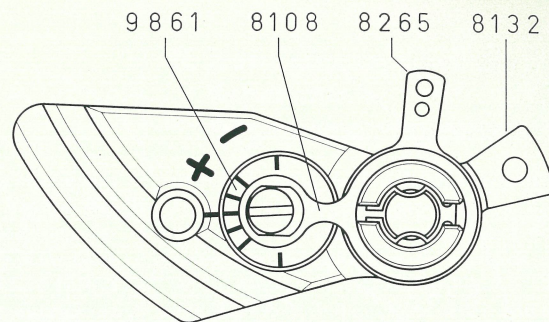

Fig. 4
4. La raquetterie (Fig. 4)
4. Regulator assembly (Fig. 4)
4. Die Rückervorrichtung (Fig. 4)